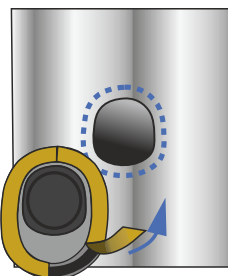
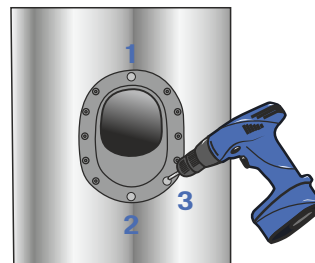

Рис.4
Рис.5
5. На выходную трубу оденьте и защелкните гибкий шланг KRONOFLEX (приобретается отдельно). Снимите защитную ленту с бутилового герметика в проходном элементе и установите его (рис.4). Равномерно прижмите проходной элемент и прикрутите его с помощью саморезов со сверлом в кол-ве 12-ти штук, затягивая их в диагональной последовательности (рис.5). Контроль правильности затяжки саморезов – равномерное сжатие прокладки из бутила по всей окружности.